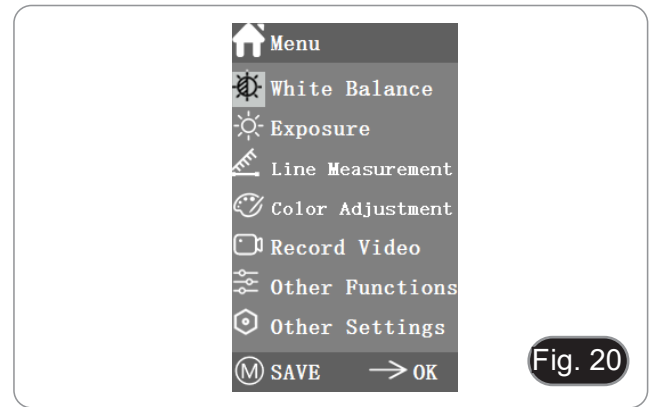

Fig. 20
2. Die Position des aktuellen Cursors (d. h. die Position des hervorgehobenen Symbols) ist die Option der Weißabgleichsfunktion. (Fig. 20)